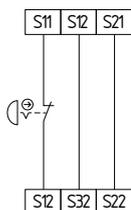

Fig. 12
**Circuito per arresto di emergenza a un canale con dispositivi di comando secondo DIN EN ISO 13850 (EN 418) e EN 60947-5-5 (vedere Fig. 12)**